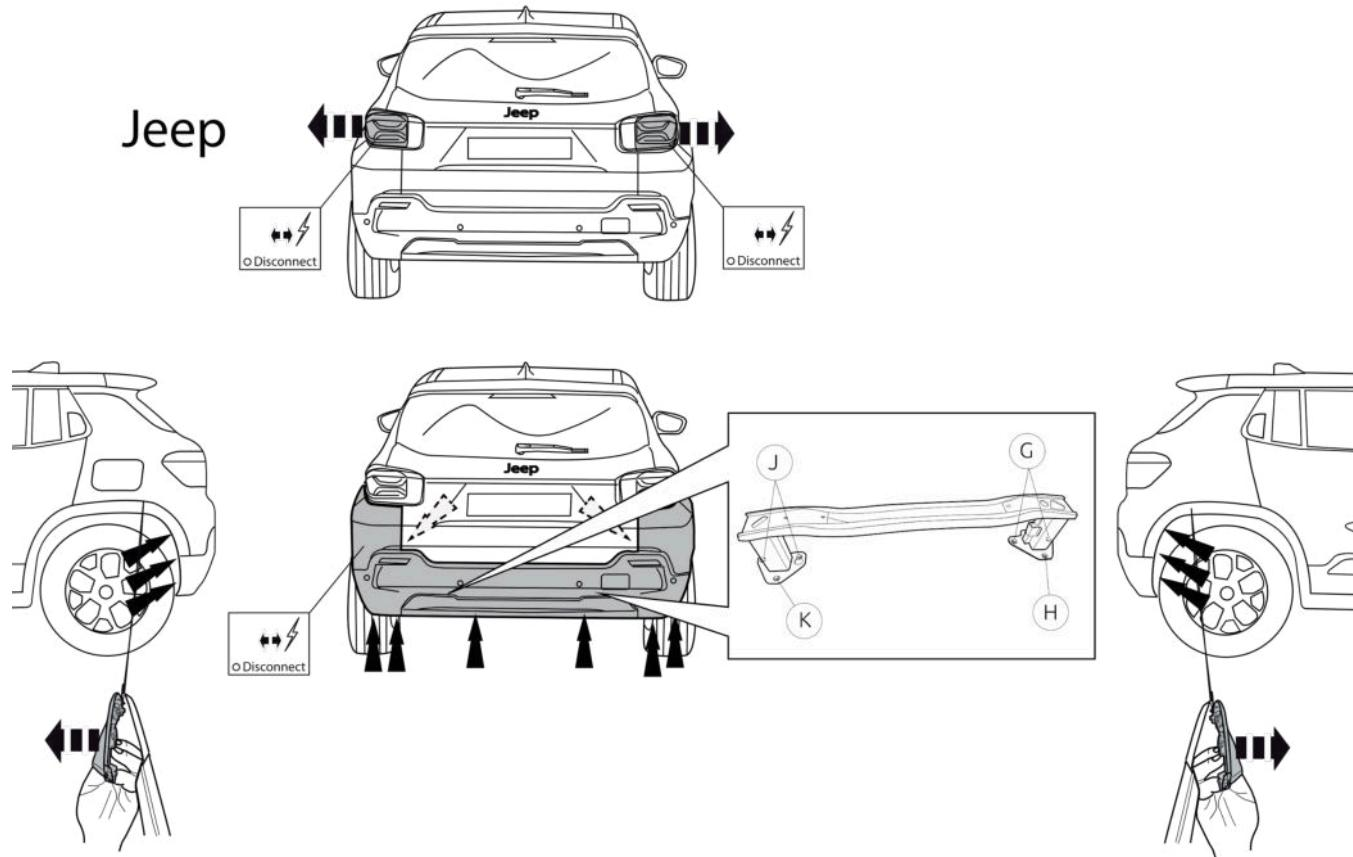

Fig. 1
- Снять бампер. См. рисунок 1 & 2.